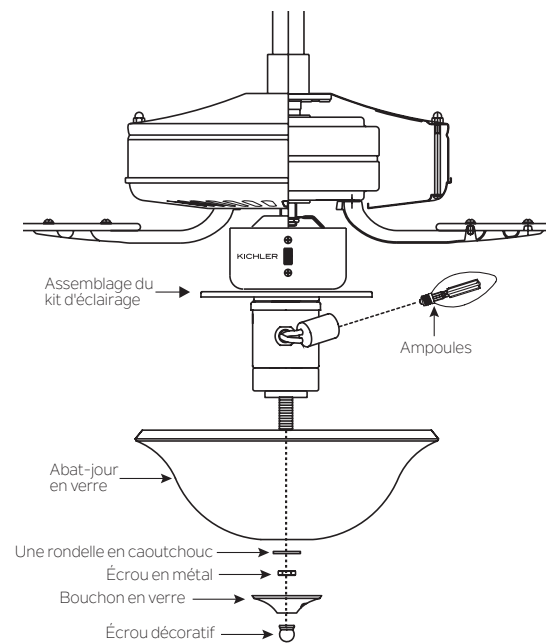

Fig. 3
1. Installez des ampoules LED de 3, 4 watts (incluses). (Fig.3)
2. Retirez l'écrou décoratif, le capuchon en verre, l'écrou en métal et la rondelle en caoutchouc du kit d'éclairage. Placez l'abat-jour en verre sur la tige du kit d'éclairage, fixez-le avec la rondelle en caoutchouc, l'écrou en métal, le capuchon en verre et l'écrou décoratif. Ne pas trop serrer. (Fig.3)
3. Insérez les 2 chaînes de traction à travers l'œillet dans la nuance et le capuchon. (Fig.3)